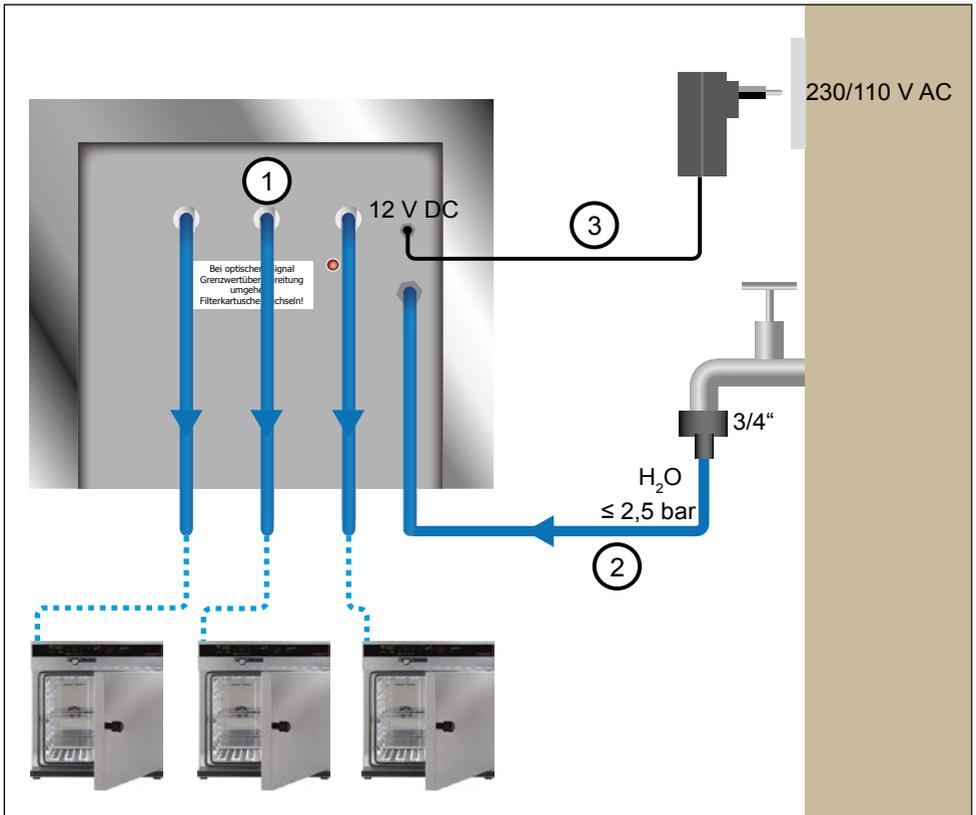

Abb. 3 Anschlusschema
(Siehe Anschlusschema. Abb. 3)
1. Jedes MEMMERT-Gerät, das mit demineralisiertem Wasser versorgt werden soll, mit der zentralen Wasserversorgung verbinden. Dazu den Wasserschlauch des Schrankes, der normalerweise mit dessen Wasserkanister verbunden ist, mit einem der drei Anschlüsse an der Vorderseite der zentralen Wasserversorgung verbinden (Abb. 3, Nr. 1). Den Schlauch dazu in den Anschluss stecken. Er wird automatisch verriegelt. Beachten Sie dabei auch die Betriebsanleitung des jeweiligen Schrankes.